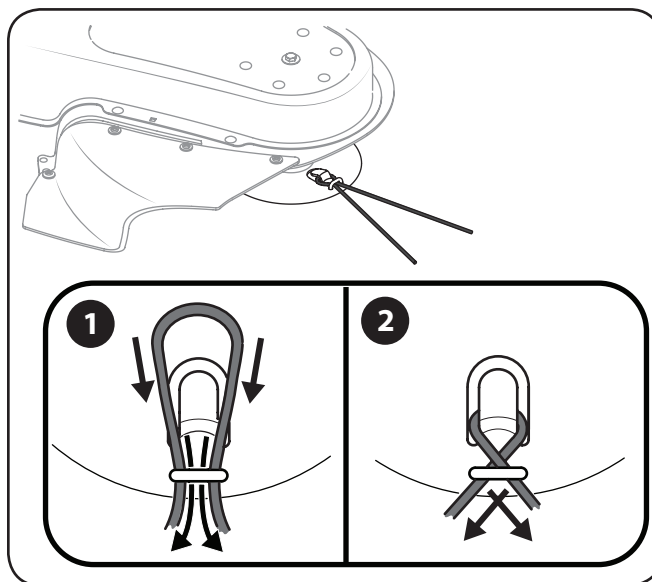

Figura 5-2
4. Cruce los extremos del hilo y tire fuerte para asegurar el hilo de recorte en su lugar. Consulte la Figura 5-2.